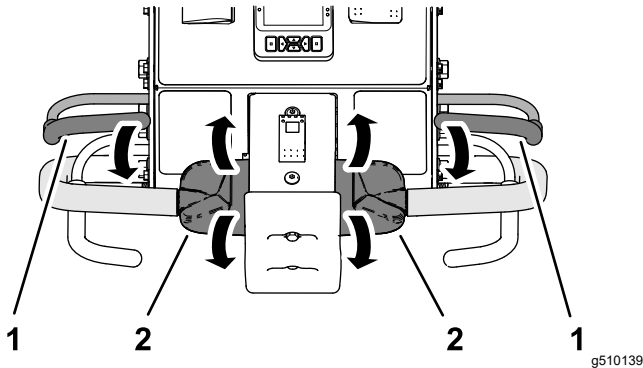

Figura 32
2. Sujete cualquiera de las barras de control de presencia del operador contra el manillar, gire el control de tracción (Figura 32) hacia adelante o hacia atrás, y arranque el motor.